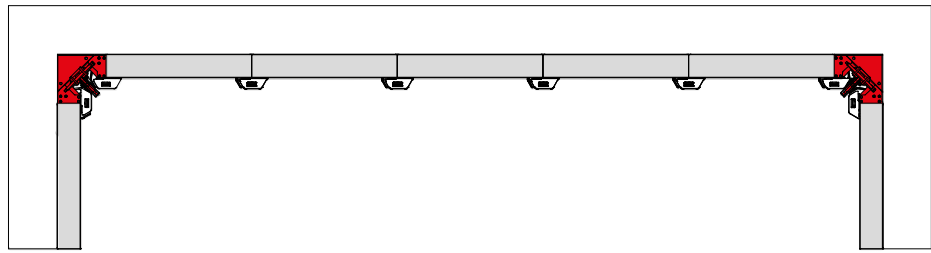

Abb. 53.1
1. Nach der Betonage AS-Schalschlösser an Ausschalecke entfernen (Abb. 53.1).